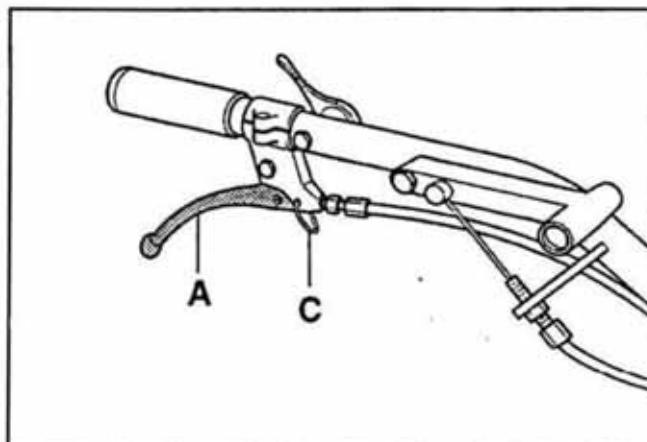

РИС. 48
- 7) Смонтируйте рычаг управления **A** (Рис.48). Установите его так, чтобы он блокировал перекрестный винт. Демонтируйте ручку.
- 9) Отрегулируйте управление, оперируя винтом остановки оболочки на рычаге управления **A** (Рис.48).
Для того, чтобы использовать тормоза в качестве парковочных, закрепите рычаг руля управления в открытой позиции, используя крючок **C** (Рис.48).